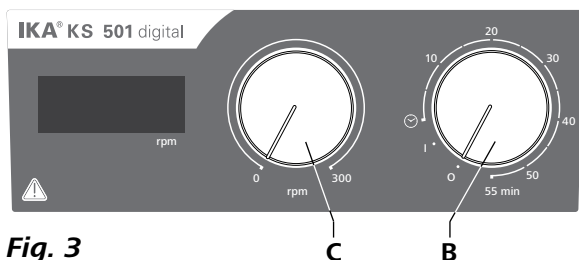

Fig. 3
- ☞ 开启仪器时，顺时针转动“开/关”和“定时”旋钮(B,见Fig. 3)至“1”位置。
- ☞ 开启仪器时，顺时针转动“开/关”和“定时”旋钮(B,见Fig. 3)至“☺”位置。
- ☞ 转动“转速”旋钮(C,见Fig. 3)设定马达转速。马达转速可在0到300 rpm范围内调整。